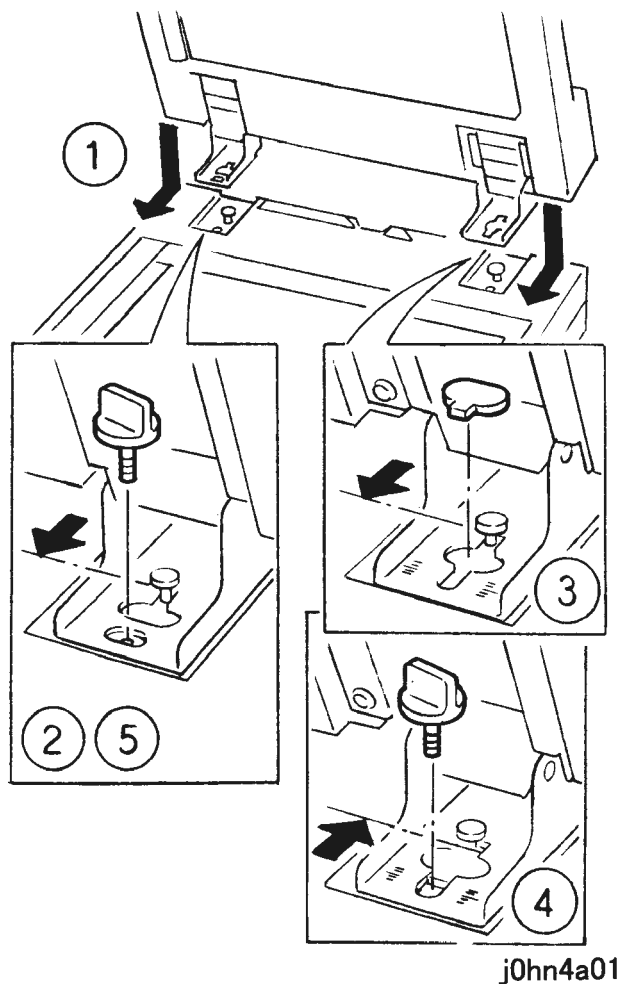

Рисунок 1 Отсоединение разъема
2. Отсоедините разъем проводки ADF от главной PWB (Рисунок 1).